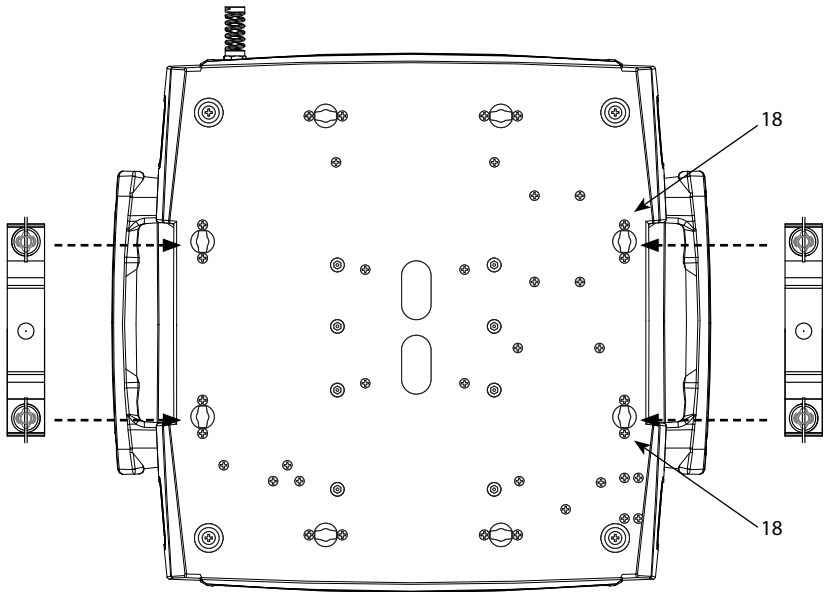

Fig.4
Lo Z1200WASH può essere collocato su un piano solido. Inoltre, grazie ai fori di fissaggio (18), l'unità può essere montata anche a testa in giù, su una traversa (fig.4). Per il fissaggio occorrono dei supporti robusti per il montaggio.